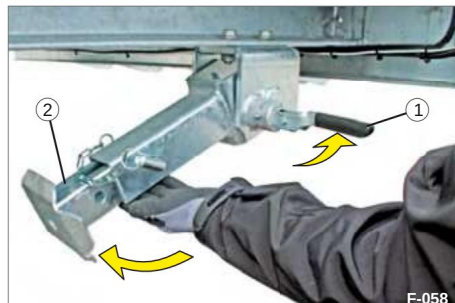

Fig. 42 Foldning af den foldbare støtte
• Træk fjederlåsen (fig. 42/1) i vandret position.
• Fold den foldbare støtte (fig. 42/2) op (i vandret position) og lås den med fjederlåsen (fig. 42/1).